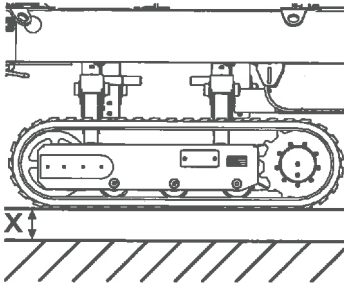

Abb. 133
3. Maschine mittels Stützen so weit anheben, bis das Kettenfahrwerk ca. 20mm Abstand zum Boden hat (Abb.133/X).